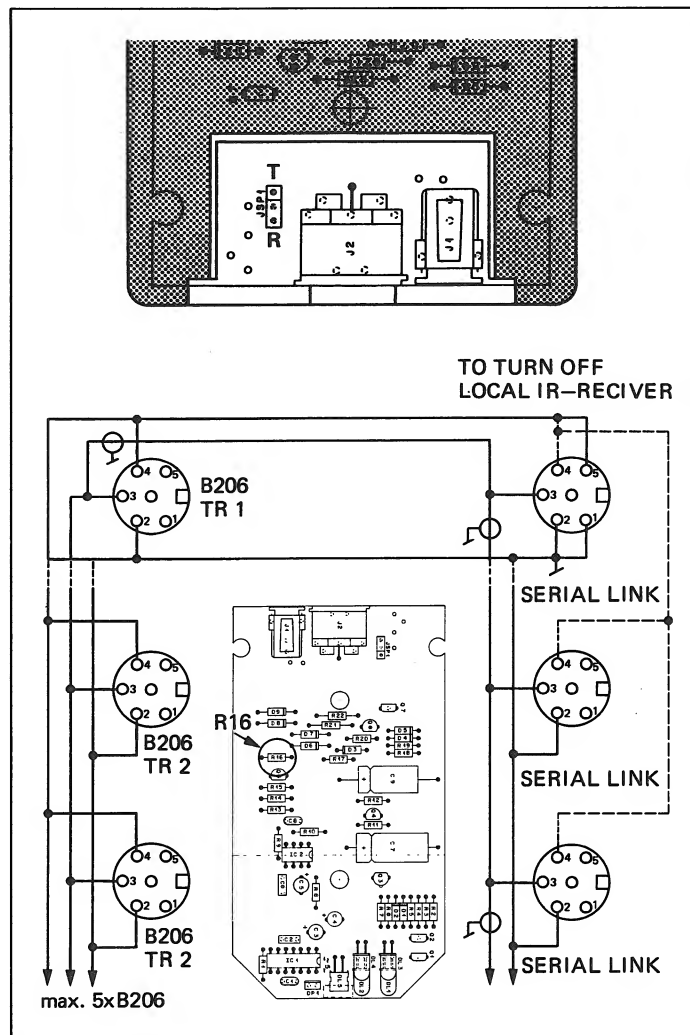

Fig. 4.1
2. Câbler une fiche DIN pour le B206 Transceiver et la prise SERIAL LINK selon fig. 4.1.
Comme indiqué sur la fig. 4.1, il est possible de mettre en parallèle plusieurs B206 Transceivers ainsi que plusieurs appareils REVOX avec prises SERIAL LINK. L'installation doit être faite avec un soin extrême et les câbles de connexion doivent être fabriqués par un spécialiste.
\* Sur tous les appareils à SERIAL LINK, le récepteur IR interne peut être mis hors service. (Dans la fiche, relier la broche 4 à la broche 5 ainsi que la broche 1 à la broche 2. Attention avec les appareils en parallèle: voir fig. 4.1).